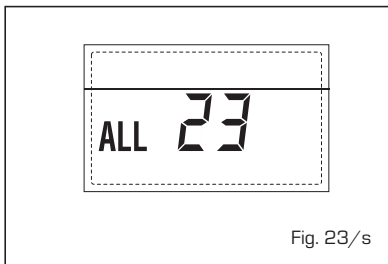

Fig. 23/s
- SOLAR S1 COLLECTOR PROBE BREAKDOWN ANOMALY "ALL 24" (fig. 23/t)